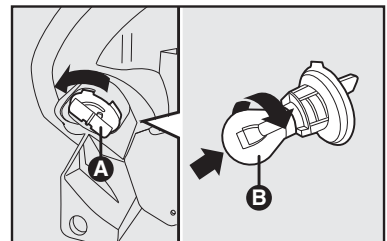

fig. 20
Delanteras fig. 20
- quite la lámpara **D-fig. 20** empujándola ligeramente y girándola en sentido antihorario y sustitúyala;